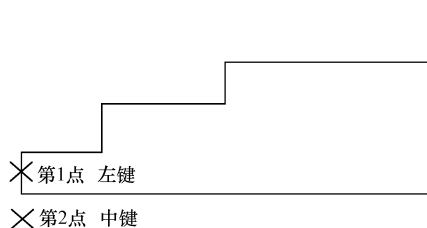
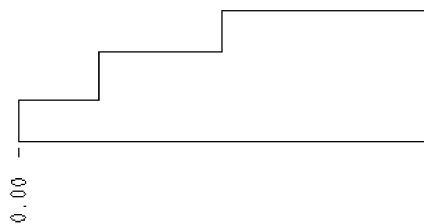

图 3-89 指定基线标注的点1
图 3-90 指定基线1
(2) 在图形区第1点位置选取最左竖直线，在第2点位置单击鼠标中键指定坐标位置，如图3-89所示，完成水平方向坐标原点的标注如图3-90所示。